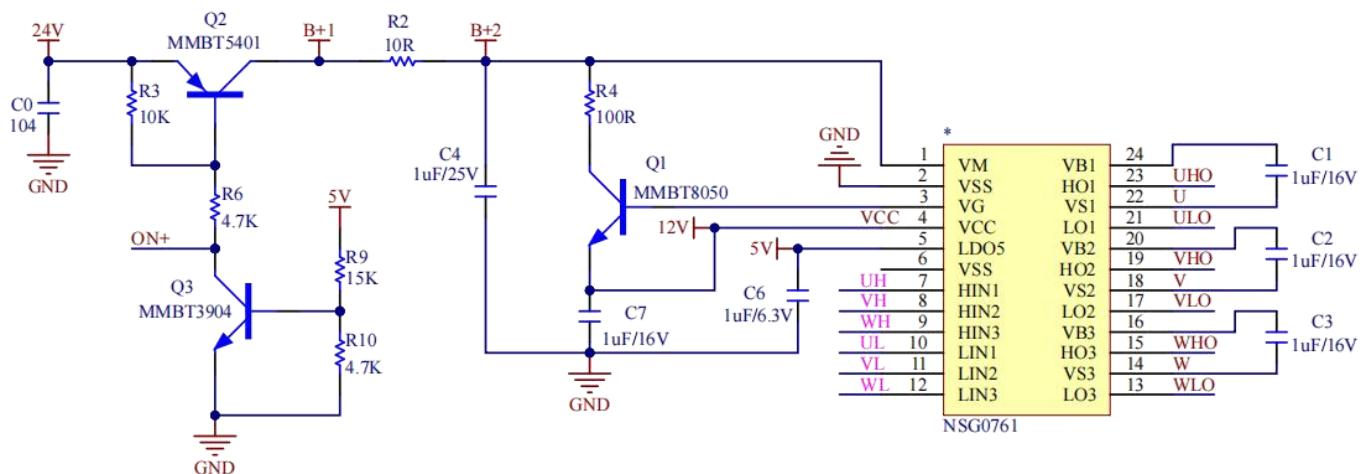
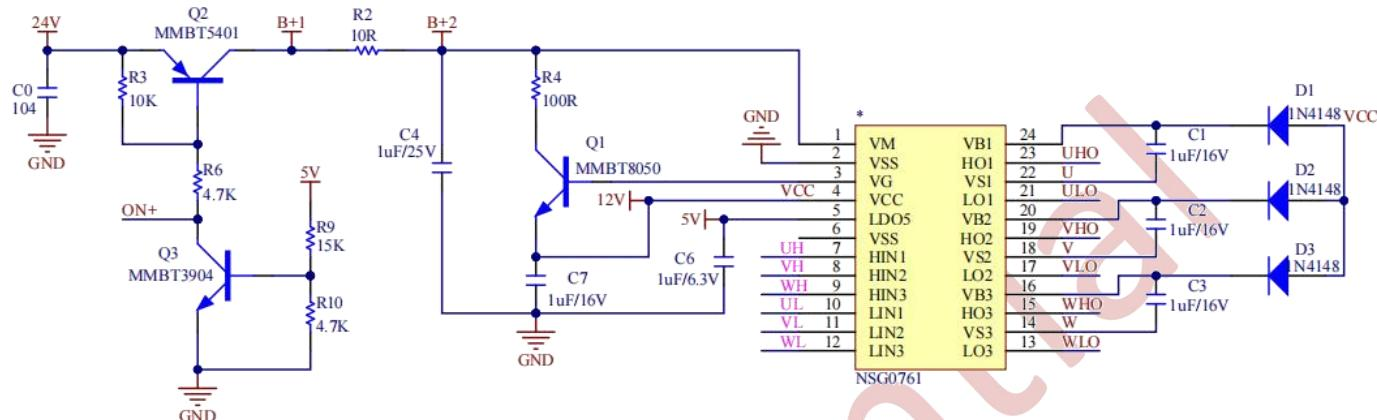

图 9-7 电动工具应用低功耗上电电路方案（无外部自举二极管）
图 9-8 电动工具应用低功耗上电电路方案
**电动工具案例:** 图 9-7、图 9-8 是电动工具的供电部分案例。如方案使用功率 MOS 的  $Q_g$  较小, 可以如图 9-7 无需使用外部自举二极管, NSG0761 内部的自举二极管就可以满足需求, BOM 可以节省 3 颗二极管。